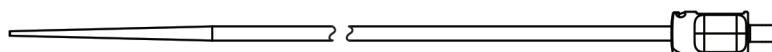

Figure 2 : Introducteur
2. un introducteur (Fig. 2) recouvert d'un matériau hydrophile, utilisé pour faciliter l'insertion et la traçabilité de la gaine dans le vaisseau.